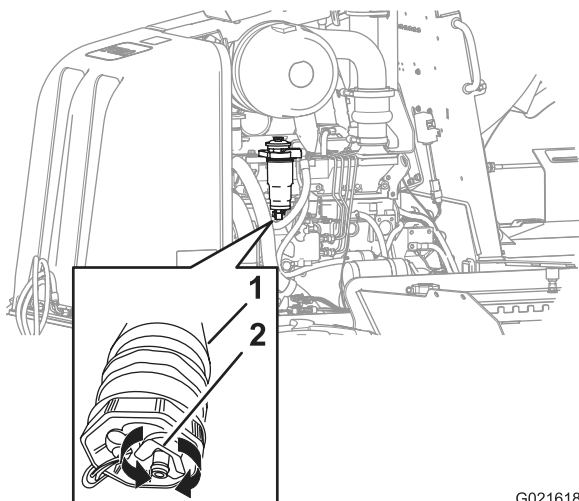

Figure 53
2. Placez un petit bac de vidange sous l'élément secondaire du filtre à carburant (Figure 53).
3. Tournez le robinet de vidange au bas du de l'élément secondaire de 2 ou 3 tours dans le sens antihoraire, et videz l'eau et les sédiments présents dans le séparateur carburant-eau du filtre à carburant (Figure 53).
4. Lorsque du carburant propre s'écoule du filtre, tournez le robinet de vidange dans le sens horaire pour le fermer (Figure 53).